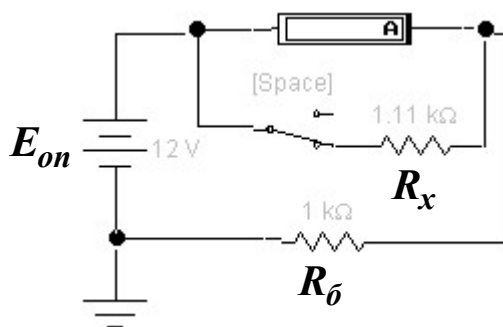

Рис. 1. Схема метода амперметра
I. Метод амперметра. Данный метод пригоден для измерения сопротивлений не более  $10^3$  Ом (рис.1).
1. Собрать схему рис.1. Принять: